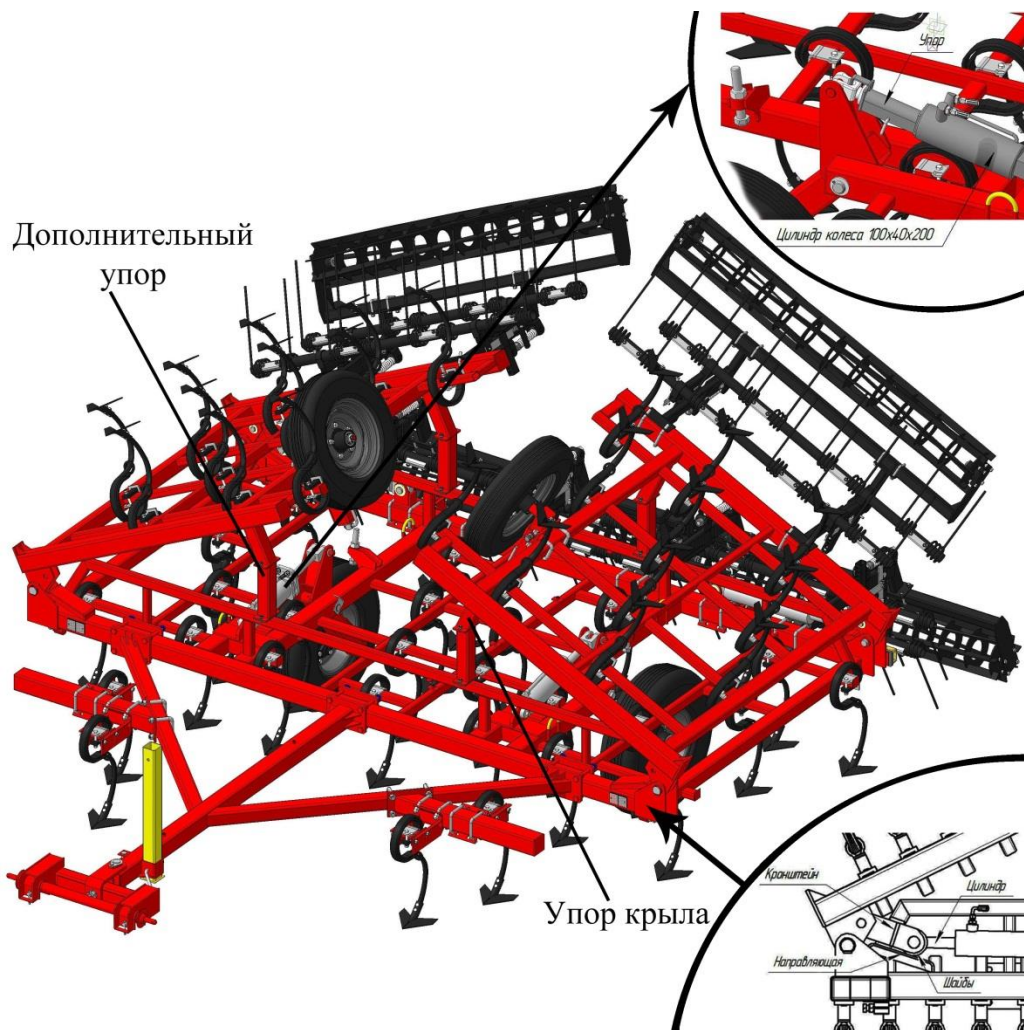

Рисунок 2 – Общий вид
4.1.13 Приподнять культиватор на ходовых колесах, установить упоры на гидроцилиндры (см. рис.2), заглушить двигатель трактора и установить стойки с кронштейнами (см. схему расстановки стоек).
4.3 Перевод культиватора в транспортное положение (см. рис.2).